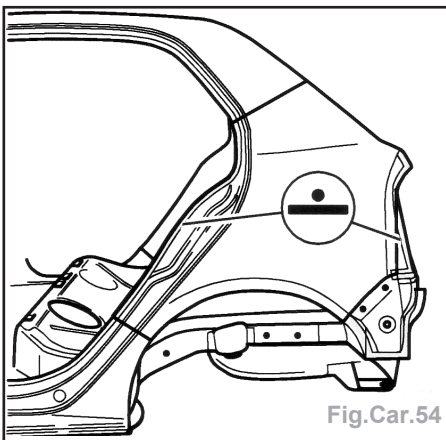

Fig.Car.54
- Souder la pièce latérale par soudure ponctuelle (Fig.Car.54).